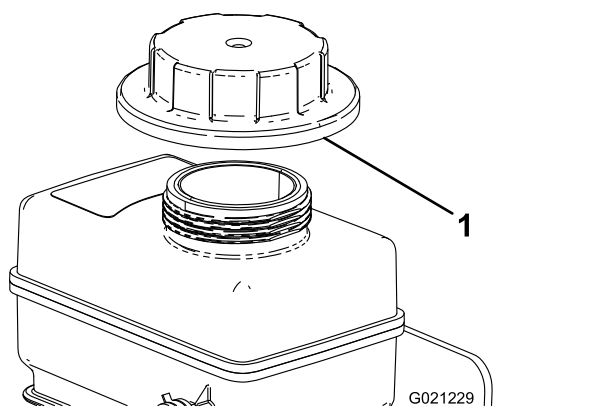

Figura 76
8. Rabboccate lentamente il serbatoio di riserva del refrigerante fino alla base del collo del bocchettone di riempimento (Figura 76).
9. Montate il tappo sul serbatoio di riserva del lubrificante (Figura 76).